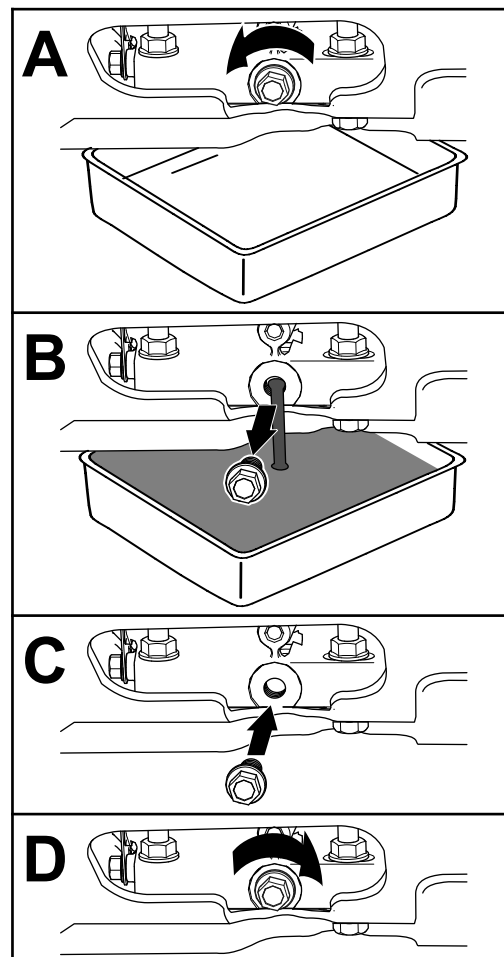

Figura 35
- Cambie el aceite del motor, según se muestra en la Figura 35.